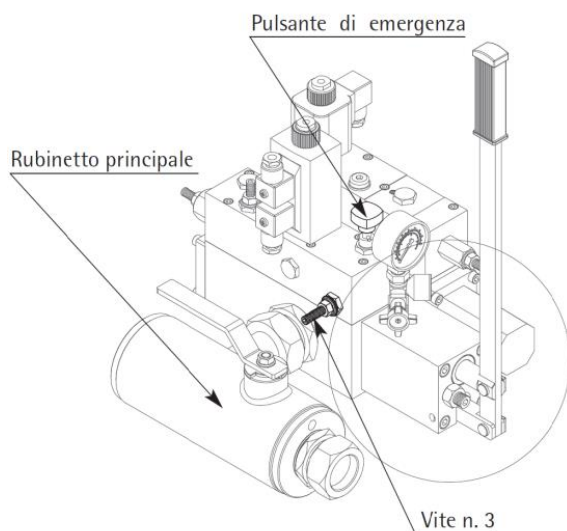

Fig. 27 – Taratura contropressione stelo
- Per tarare la contropressione procedere come segue (vedi Fig. 27):